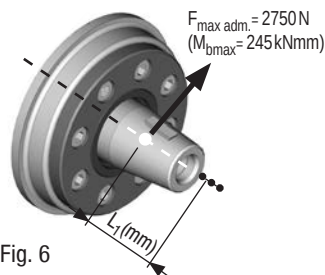

Fig. 6
- La force appliquée par la tension de la courroie sur le point d'application de la force (voir fig. 6) ne doit pas dépasser $F_{\text{max adm.}} = 2750 \text{ N}$.
- Si le point d'application de la force se déplace vers l'avant (voir fig. 6, petits points), la force $F_{\text{max adm.}}$ diminue selon la formule suivante :